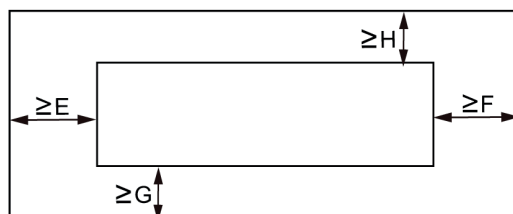

Fig. 3.2.3
- (8) Intorno all'Unità, è necessario predisporre spazi per il collegamento dei tubi, come mostrato in Fig. 3.2.3.
- (9) Il luogo di installazione deve trovarsi lontano da fonti di calore, gas infiammabili ed esplosivi, e smog diffuso nell'aria.
- (10) L'Unità Interna, l'Unità Esterna, il cavo di alimentazione ed i collegamenti elettrici devono essere collocati ad una distanza di almeno 1 metro da apparecchi televisivi e radio, per evitare interferenze e disturbi elettromagnetici (ad 1 metro di distanza, possono verificarsi disturbi elettromagnetici, se l'onda elettrica è troppo forte).